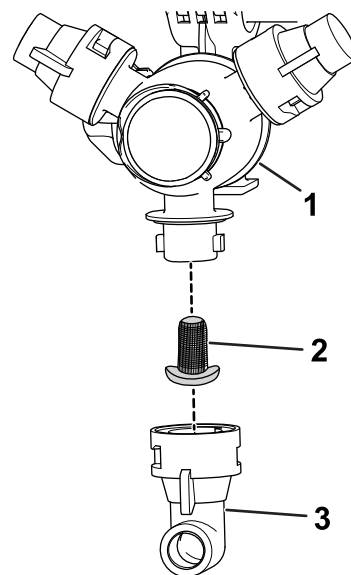

图 52
2. 从喷嘴转动架卸下喷嘴图 52。
3. 拆下喷嘴过滤器图 52。
5. 安装喷嘴过滤器图 52。
6. 将喷嘴安装到喷嘴转动架上图 52。